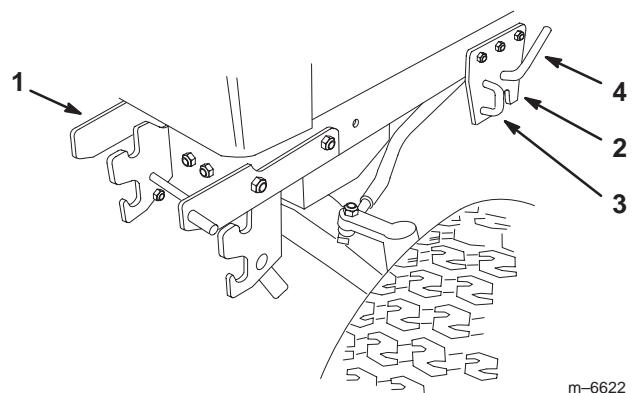

Bild 23
5. Öffnen Sie die mittlere Anbauvorrichtung. Ziehen Sie den J-Stift heraus und schieben Sie den Verriegelungsgriff nach hinten (Bild 23).
11. Nehmen Sie ggf. den Riemenumlenkblock ab. Drücken Sie den Schnelllöshebel und entfernen Sie den Riemenumlenkblock (Bild 23).